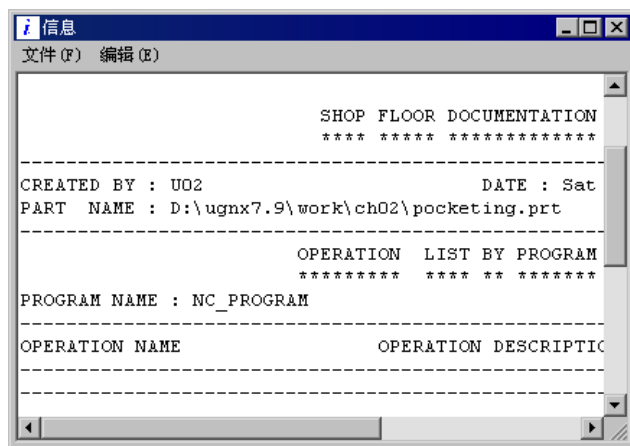

图 2.9.2 车间文档
Step3. 单击“车间文档”对话框中的 **确定** 按钮,系统弹出图 2.9.2 所示的“信息”对话框,并在当前模型所在的工作路径中生成一个记事本文件,该文件即车间文档。